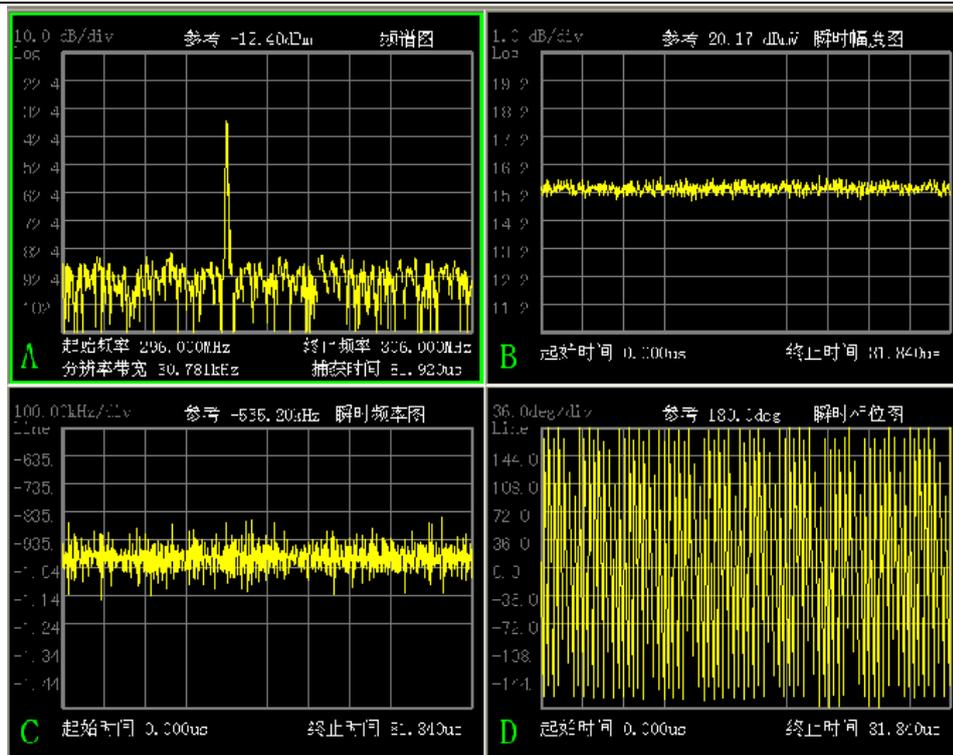

图 3-10 中频全景功能窗口显示区
- 2) **中频全景功能：**在中频全景模式下以频谱、色谱图等多视图形式显示采样数据处理结果。该功能最多可以同时显示 4 个视图窗口，如图 3-10 所示。用户可以通过鼠标点击、传统菜单选择或面板上的窗口切换按键来获得某窗口的焦点，然后对窗口进行配置操作，包括定义窗口类别、修改窗口刻度、进行信号频标测量以及关闭窗口等。中频全景支持的图谱包括频谱图、色谱图、瞬时频率图、瞬时相位图、瞬时幅度图、IQ 时间图、调制识别图和雷达识别图。